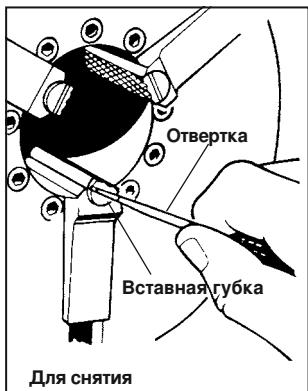

Рис. 31 — Замена вставных губок
1. Вставьте отвертку в прорезь вставной губки и поверните на 90 градусов в любом направлении. Извлеките вставную губку (рис. 31).
2. Установите вставную губку боком на установочный штифт и нажмите вниз до упора (рис. 31).